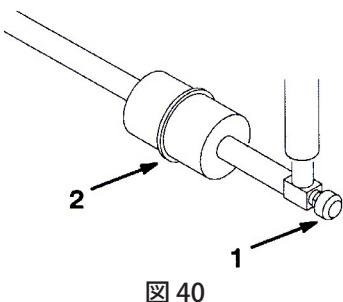

図 40
燃料フィルタはインライン・タイプで、燃料タンクとキャブレタの間に設置してあります(図40)。800時間ごと、又は燃料の流れが悪くなれば交換してください。フィルタに付いている矢印をエンジンの方に向けて取り付けてください。
- 燃料バルブを閉じ、フィルタのキャブレタ側についているホース・クランプをゆるめ、燃料ラインからフィルタを外す(図40)。
- フィルタの下に容器を置き、もう一方のクランプも外してフィルタを取り出す(図40)。